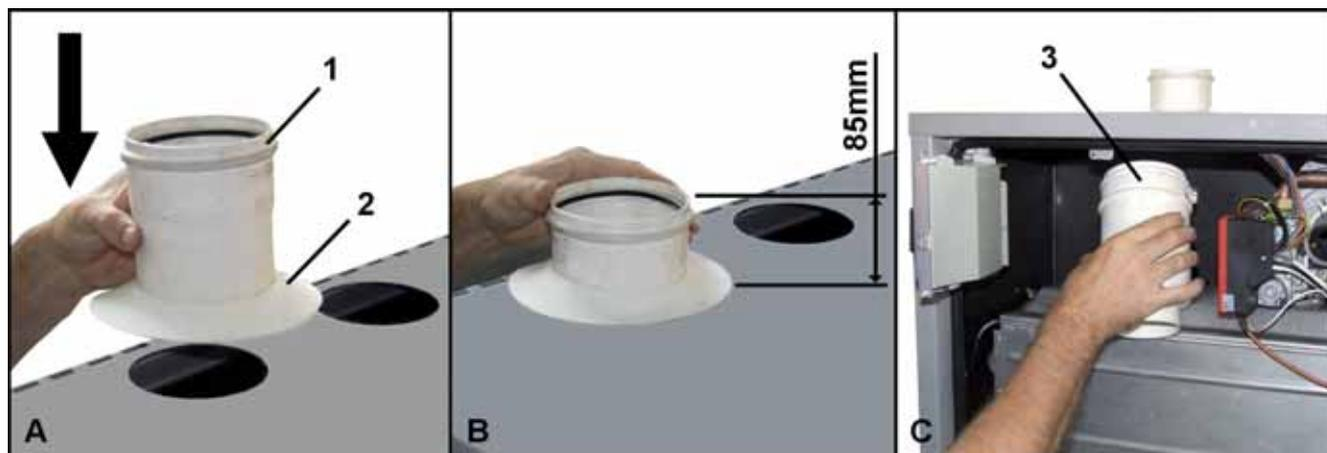

fig. 26
- B Introduceti stutul in interiorul dulapului, respectand cota indicata in careul "B" din fig. 26.